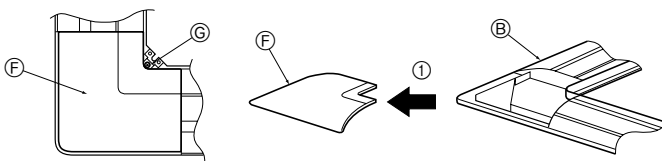

Fig. 8-4
8.2.2. Retrait du panneau en coin (Fig. 8-4)
- Retirer la vis du coin du panneau en coin. Faire glisser le panneau comme indiqué par la flèche ① pour le déposer.